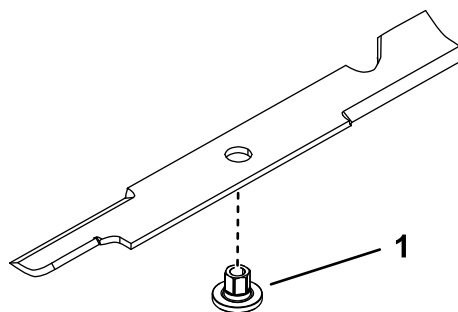

Figura 84
1. Montați buca în lamă cu gulerul bucei pe partea inferioară (care intră în contact cu iarba) a lamei (Figura 84).